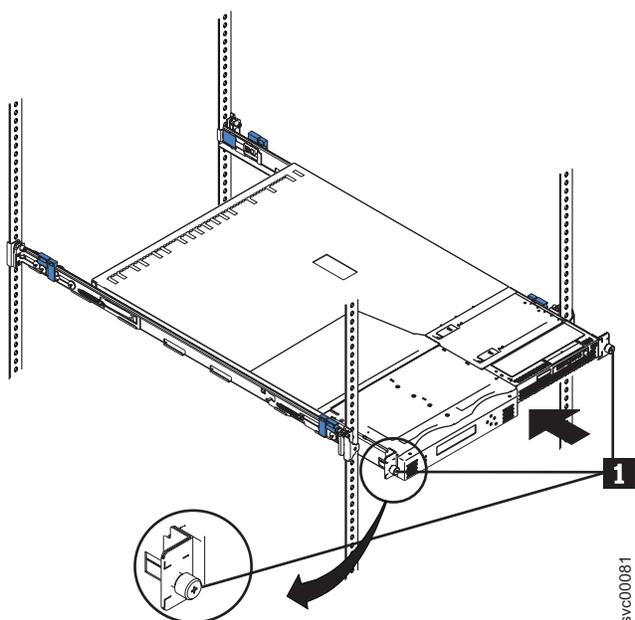

図 40. ラックへの SAN ボリューム・コントローラー 2145-8F4のスライド
2. ラック前面にある 2 つのラッチの止め金を掛けて、ノードをラックに取り付けます。(71 ページの図 40 の **1**)。
注: レール・アセンブリーの前面の外観は、図 40 に示す前面とは異なります。